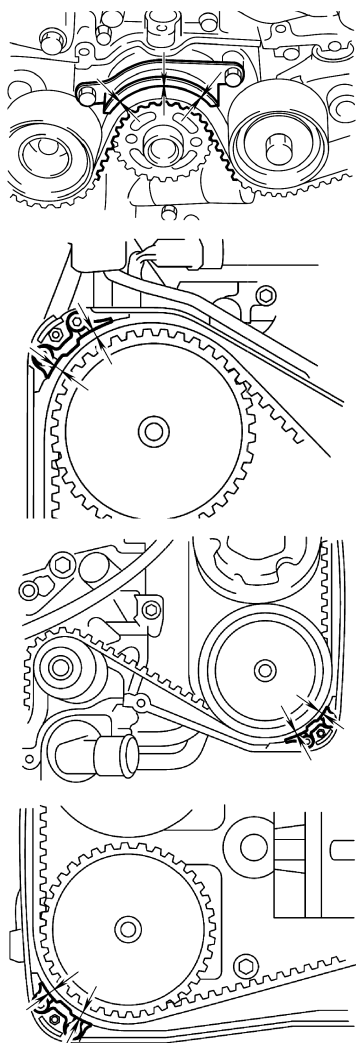

图 7-11 对齐正时标记
5) 确保正时带上的标记和凸轮轴齿形带带轮上的标记对齐后, 从张紧度调节器上拆下限位器销, 如图 7-11 所示。